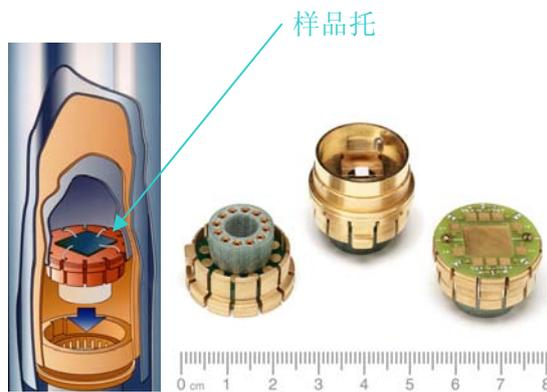

图 3、左图：两个夹层的样品腔（黄色表示无氧铜）
2、带有两个夹层的样品腔（图 3 左）
4、样品托专利设计（图 3 右）